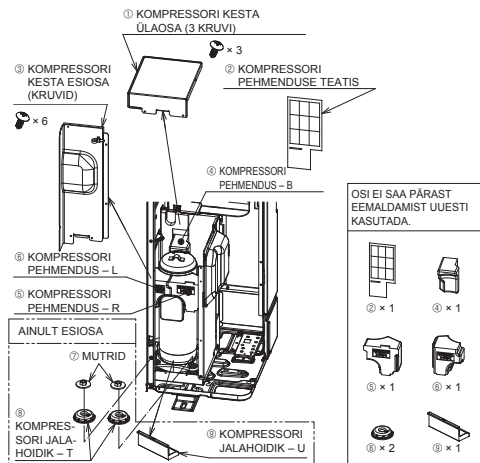

Fig. 4-1
- Enne seadme käitamist võtke kindlasti ära KOMPRESSORI KESTA ÜLAOSA ja KOMPRESSORI KESTA ESIOSA ning eemaldage KOMPRESSORI fikseeritud osad. (Fig. 4-1)